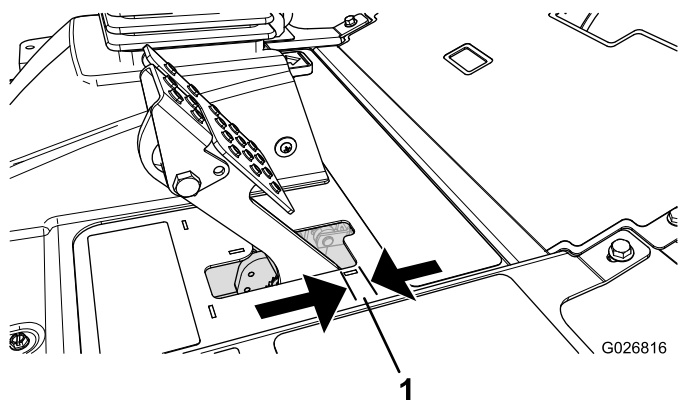

Figure 51
Réglez les freins si la garde à la pédale de frein est supérieure à 2,5 cm (Figure 51) ou si la force de maintien offerte est insuffisante. La garde est la distance parcourue par la pédale de frein avant que le freinage soit ressenti.
2. Serrez l'écrou arrière afin de pouvoir déplacer le câble en arrière jusqu'à obtention d'une garde de 6,3 à 12,7 mm (Figure 51), avant le blocage des roues.